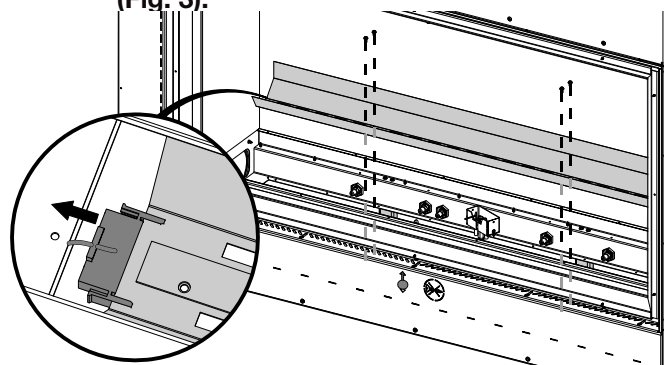

Fig. 3
- F. Déconnectez les fils aux deux extrémités de la bande de DEL (**Fig. 3**).
- G. Retirer le kit de bande DEL en enlevant les vis de fixation. Remplacer et réinstaller les composants (**Fig. 3**).